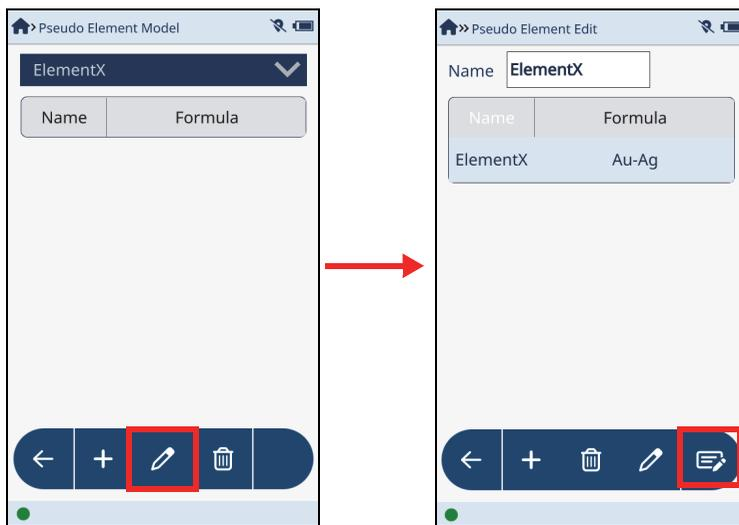
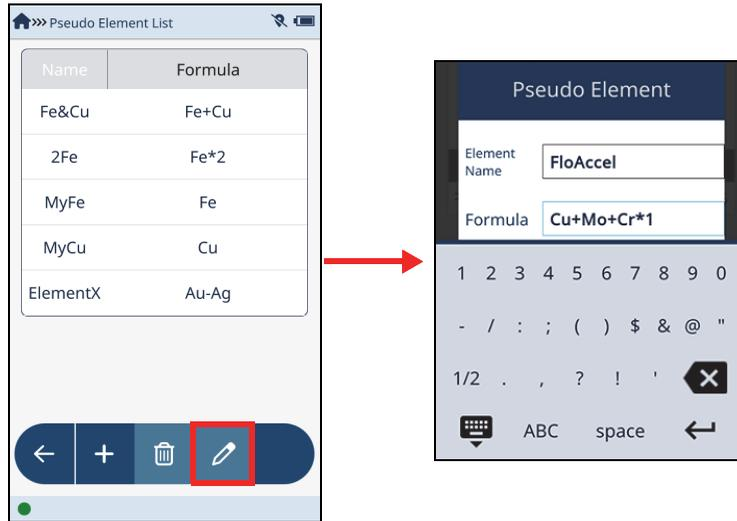

图 2-53 伪元素模型屏幕（左图）和伪元素编辑屏幕（右图）
图 2-54 编辑伪元素列表中的一个元素
2. 点击**Edit**（编辑）按钮（），显示**Pseudo Element Edit**（伪元素编辑）屏幕（参见第66页的图 2-53，左图）。
3. 在**Pseudo Element Edit**（伪元素编辑）屏幕中，点击**Edit List**（编辑列表）按钮（）（参见第66页的图 2-53，右图），打开**Pseudo Element List**（伪元素列表）屏幕（参见第67页的图 2-54）。
4. 点击列表中的一个伪元素，然后点击**Edit**（编辑）按钮（），显示**Pseudo Element**（伪元素）对话框（参见第67页的图 2-54）。